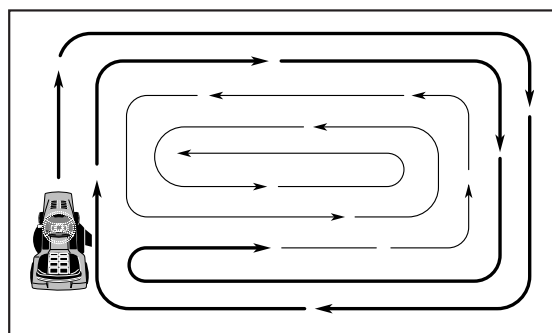

Fig. 20
- Al segar las áreas grandes, empiece girando a la derecha de modo que los recortes se descarguen, alejándose de los arbustos, cercos, entradas de automóviles, etc. Después de una o dos vueltas, siegue en la dirección opuesta, haciendo virajes a la izquierda, hasta que termine (Vea Fig 20).